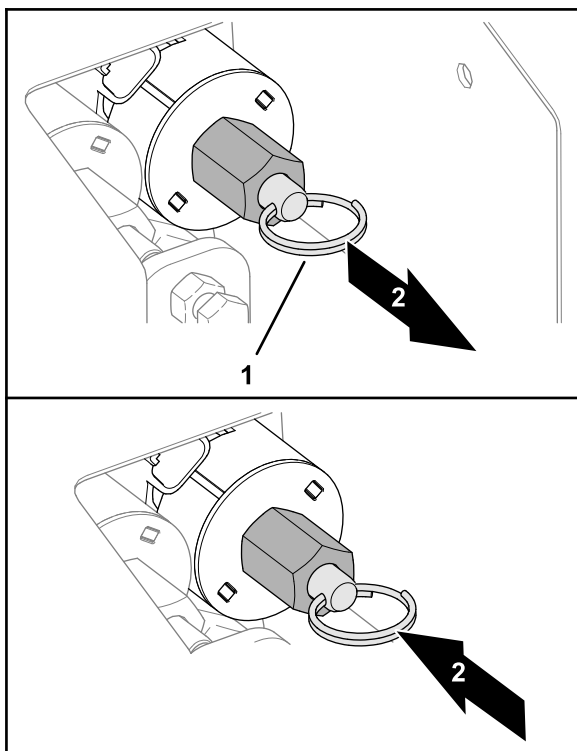

Рисунок 32
- Чтобы опустить бункер (Рисунок 32), вытяните наружу кольцо на штоке клапана.
- Чтобы поднять бункер (Рисунок 32), нажмите на разрезное кольцо на штоке клапана.